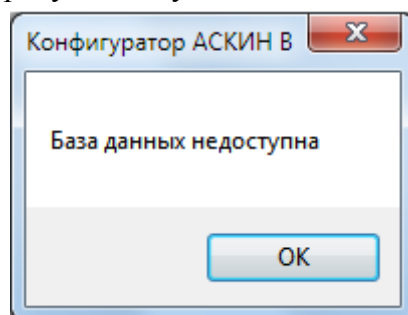

Рисунок 1 – Окно предупреждения об отсутствии базы данных
3.2 При первом запуске программы "Конфигуратор АСКИН В" следует сгенерировать базу данных. Об ее отсутствии Вас известит соответствующее сообщение, приведенное на рисунке Рисунок 1.